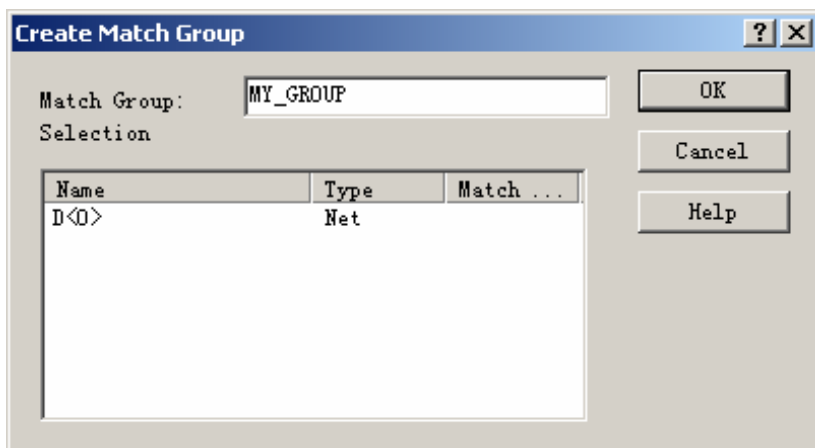

图 3-4 【Creat Match Group】对话框
6. 在【Match Group】栏输入名称“MY_GROUP”，请见图 3-4。